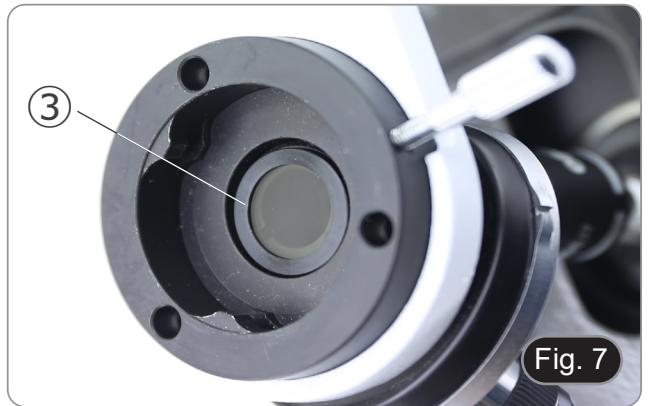

Fig. 7
3. Insérez l'analyseur dans le siège à l'intérieur du statif ③. (Fig. 7)